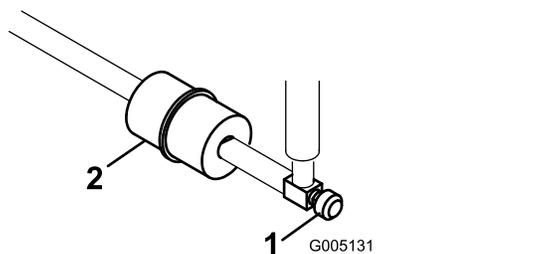

図 45
インラインタイプの燃料フィルタが、燃料タンクとキャブレタの間に設置してあります 図 45。
1. 燃料バルブを閉じる 図 45。
2. フィルタの下に回収容器を置き、フィルタのキャブレタ側のホースクランプをゆるめて燃料ラインからフィルタを外す(図 45)。
3. もう一方のホースクランプをゆるめてフィルタを取り出す 図 45。